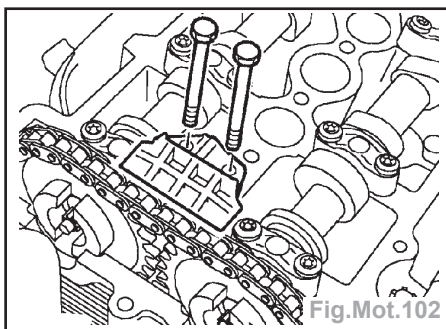

Fig.Mot.102
- Enlever les 2 boulons et déposer le collecteur de guidage d'alimentation en huile. Jeter le joint (Fig.Mot.102).